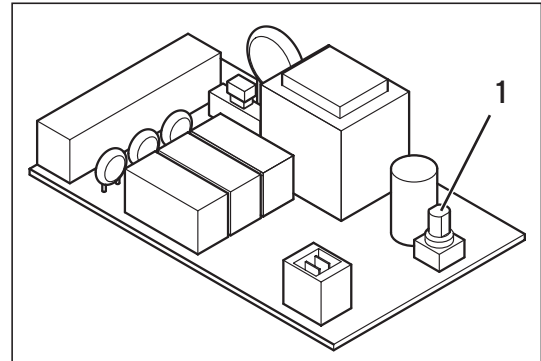

Fig. 4.3 Configurar la dirección Bus
- Ajustar los mandos de dirección (1) (ver Fig. 4.3) de los acopladores Bus conectados a su dirección Bus. La dirección Bus depende la posición del aparato dentro de la cascada. El primer aparato tiene la dirección Bus 1, el segundo la dirección 2, etc. Los aparatos aparecerán por este orden en la pantalla del regulador Bus modulante calorMATIC 630 o auroMATIC 620.